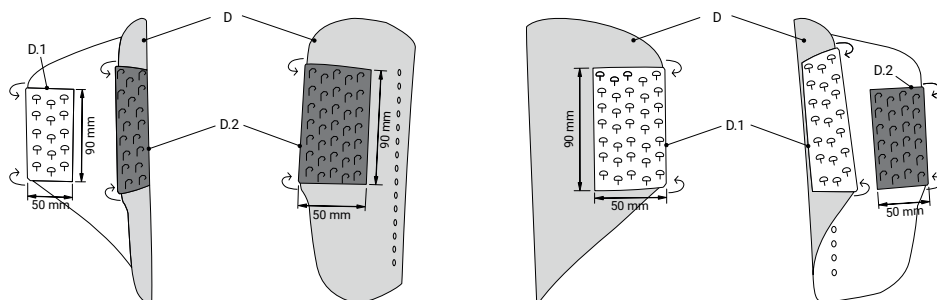

図6: 左カフ
古いパッド (E) と上部のストラップ (F.1またはF.2) を取り外します。シェル (D) の内側と外側に貼られている古い自己粘着付面ファスナーを、付属の新しい自己粘着付面ファスナーのフック側 (白色、D.1) とループ側 (黒色、D.2) に交換してください。古い面ファスナーを取り外した後は、スピリタスなどの脱脂剤でシェルをきれいに拭いてください。図 6 のように新しい自己粘着付面ファスナーを配置し、それぞれを少なくとも 60 秒間強く押し付けて固定します。新しいパッドをシェルにしっかりと取り付けます。パッドに縫い付けられているペロア素材のストラップを、シェルの前後の縁に巻き付け、外側からしっかりと押し付けて固定します。上部ストラップは、シェル外側にあるパッドの折り畳まれたペロア部分に取り付けてください。